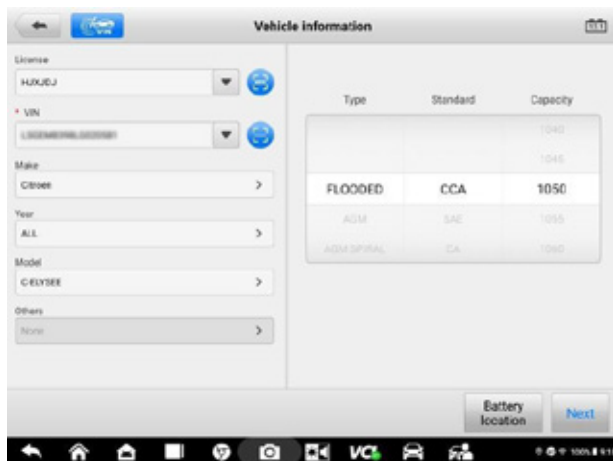

Figura 9-4 Schermata con le informazioni sul veicolo
1. Nella schermata Informazioni sul veicolo, toccare **Avanti** (Figura 9-4). Seguire le istruzioni sullo schermo. Spuntare le caselle una volta completate tutte le operazioni richieste e toccare **Avvia test**.